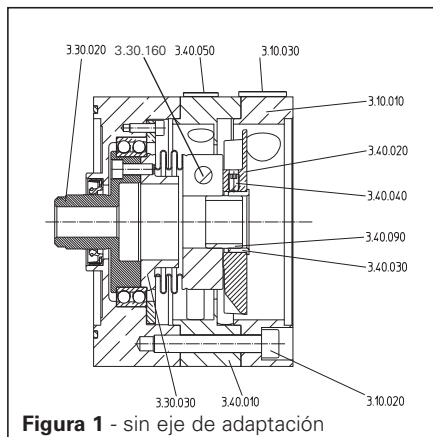

Figura 1 - sin eje de adaptación
2.1 Montaje del ventilador para reductores sin eje de adaptación (figura 1)